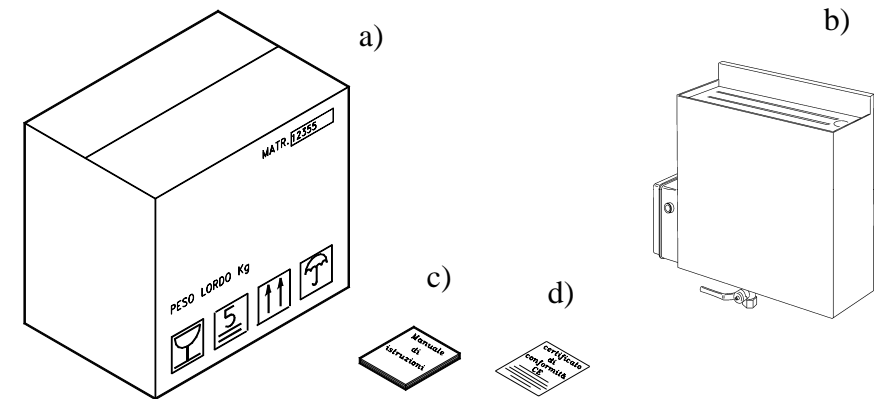

ABB. Nr.3 - Beschreibung der Verpackung
3.1 - SENDUNG DES GERÄTS (siehe Abb. Nr. 3)
Das angelieferte Frachtstück kann, falls es keine äußeren Schäden aufweist, geöffnet werden. Man sollte sich dabei vergewissern, daß kein Zubenör fehlt (siehe Abb. Nr.3). Sollte das Frachtstück bei der Übergabe Transportschäden verschiedener Art aufweisen, muß der Frachtführer unbedingt informiert werden. Innerhalb von 3 Tagen nach dem Lieferungsdatum, das den Unterlagen entnommen werden kann, ist ein genauer Bericht über eventuelle Schäden der Maschine zu verfassen. **Die Verpackung nicht umkippen!!** Sicherstellen, dass das Frachtstück beim Transport an den 4 vorgesehenen Punkten fest angefasst wird (parallel zum Boden halten).